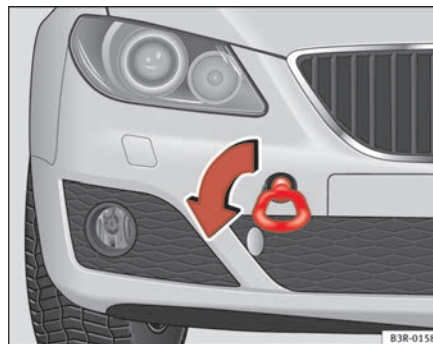

Abb. 226 Einschrauben der Abschleppöse vorne am Fahrzeug
- Die Abschleppöse nach *links* in die vom Pfeil gezeigten Richtung einschrauben ⇒ Abb. 226. ■